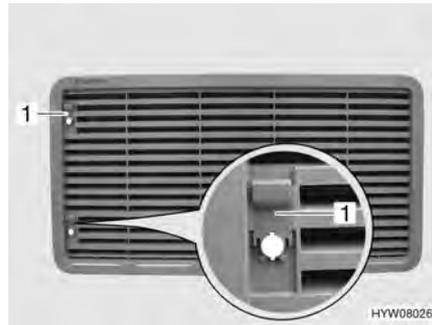

Fig. 140 Rejilla de ventilación del frigorífico (con corredera)
- Empujar la corredera (Fig. 140,1) hacia arriba.